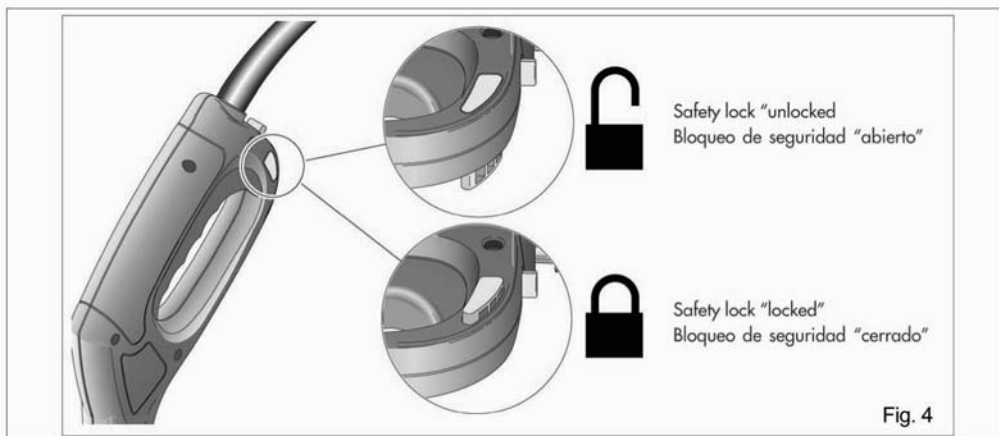

Fig. 4
3. Release gun safety if locked. (Fig. 4)
3. Liberen la seguridad de la pistola si está bloqueada. (Fig. 4)